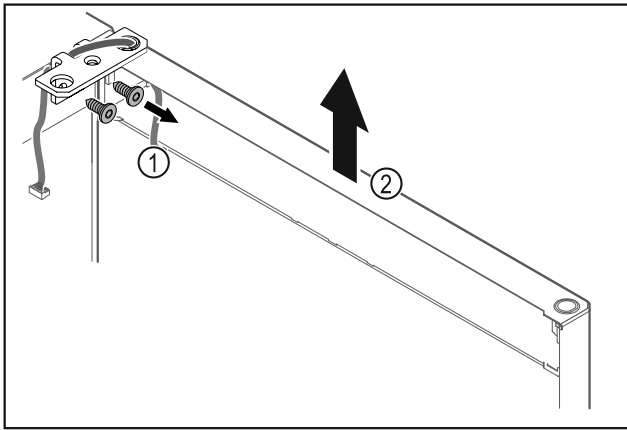

Fig. 21
- ▶ Scharnierwinkel Fig. 21 (1) abschrauben.
- ▶ Tür inklusive Scharnierwinkel Fig. 21 (2) circa 200 mm gerade nach oben heben und abnehmen.